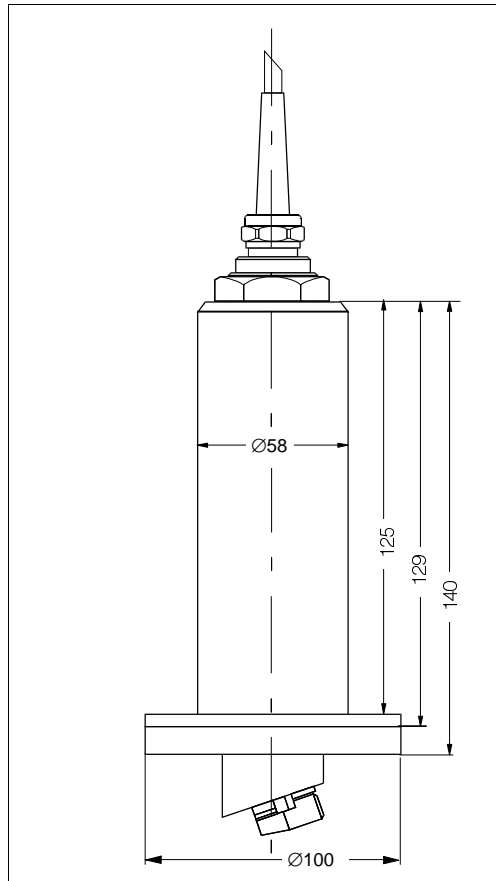

Fig. 4.9 : Dimensions de la CUA 120-A
- adaptateur CUA 120-A pour le montage par bride (à l'aide d'une bride à souder, d'une contre-bride tournante, de joints et vis de fixation fournis par l'utilisateur), possibilité de monter un essuie-glace (voir fig. 4.9 et 4.10).
(voir fig. 4.9 et 4.10)